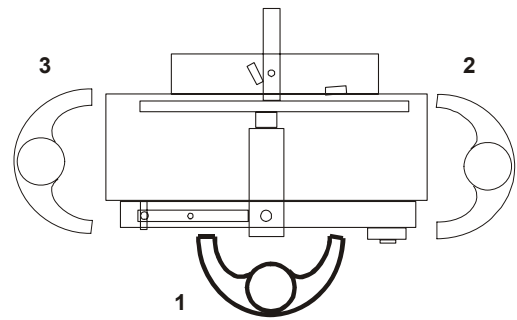

Рисунок 3.
3.6 Место расположение рабочего во время работы на оборудовании (см. рис.3).